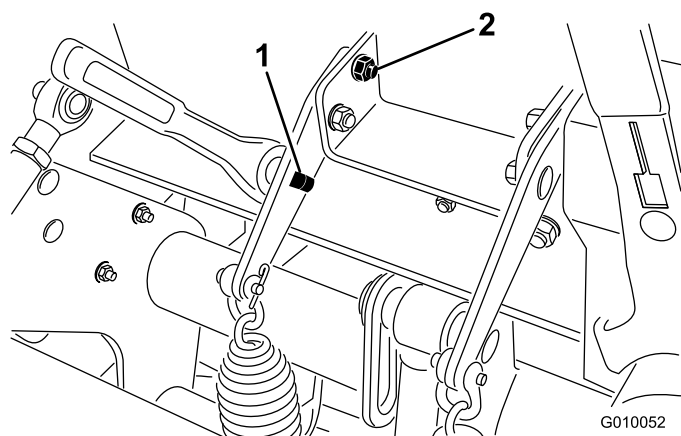

Bild 37
2. Setzen Sie einen 1/2"-Schlüssel oder ein Brecheisen in das rechteckige Loch in der Federplatte ein (Bild 37).